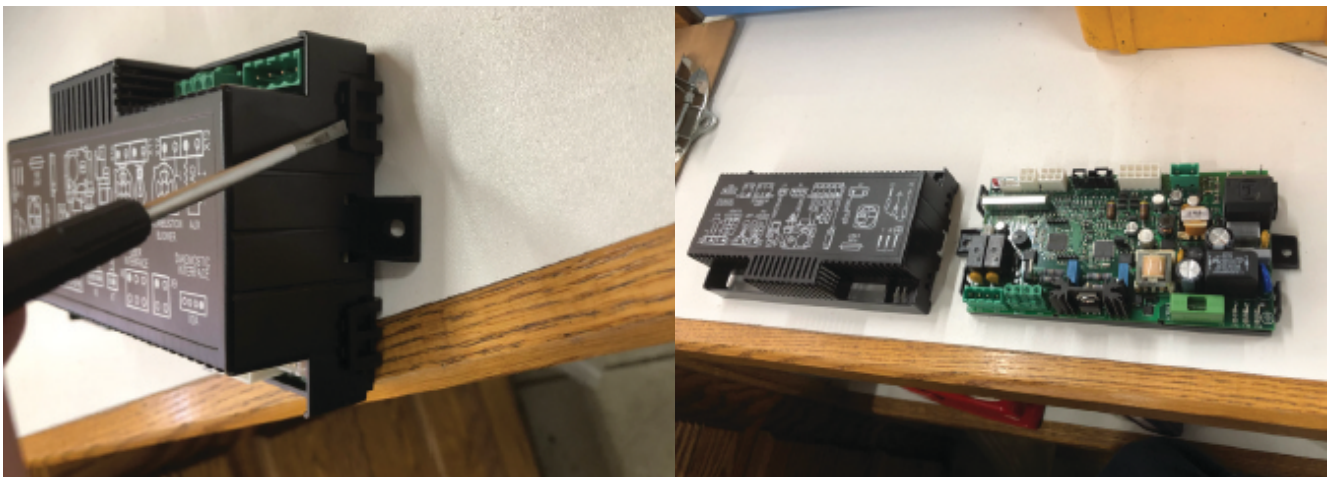

Figure 7.1 - Retirer le couvercle du nouveau module de contrôle IFC pour Power Vent
1. Avec un tournevis plat, soulevez les languettes du couvercle du nouveau module de contrôle pour retirer le couvercle, tel que montré à la Figure 7.1.